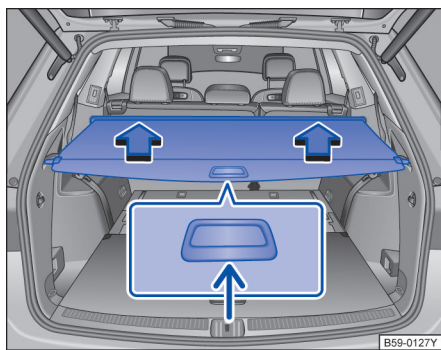

图 223 在行李厢中：已关闭的行李厢盖板
- 抓住把手→图 223（小箭头），向后拉动盖板并挂入侧面固定槽中。